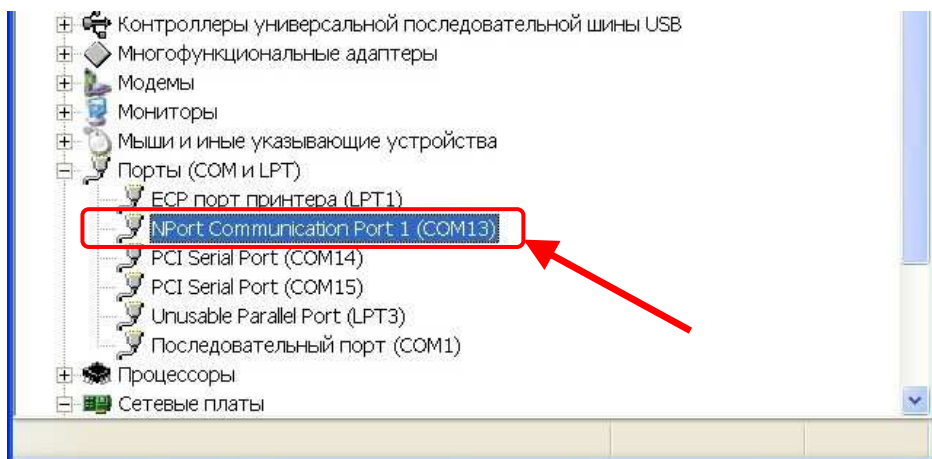

Рис. 17.1. Список COM портов в диспетчере устройств Windows.
17.5. После установки параметров адаптера ETHERNET, описанной в разделе 16 Руководства, в диспетчере устройств Windows появится последовательный порт, соответствующий Преобразователю (см. Рис. 17.1).